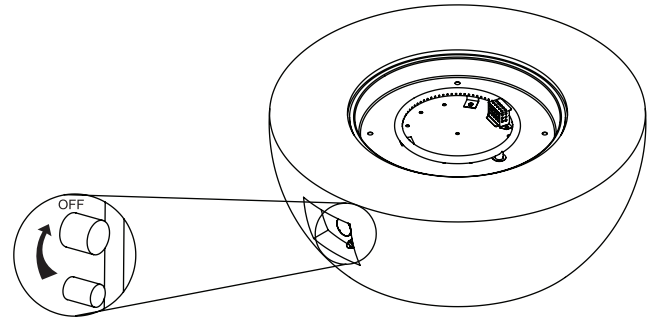

Figure 2
2. Devam etmeden önce gaz kontrol düğmesinin “OFF” konumunda olduğundan emin olun (bkz. Figure 2).